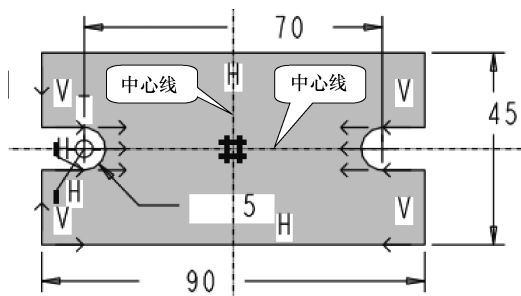

图4-66 草绘截面
(1) 使用缺省模板，新建名为“liti4-4.prt”的实体模型文件，进入设计窗口。
(2) 单击【拉伸】按钮，接着在操控板中单击【放置】按钮，弹出【放置】下滑面板。
(3) 单击其中的定义...按钮，在弹出的【草绘】对话框中定义草绘视图的放置属性。选取“TOP”基准面作为草绘平面，草绘视图方向使用默认，单击草绘按钮，进入草绘界面。
(4) 草绘截面，标注并修改尺寸，使用各种约束如图 4-66 所示。